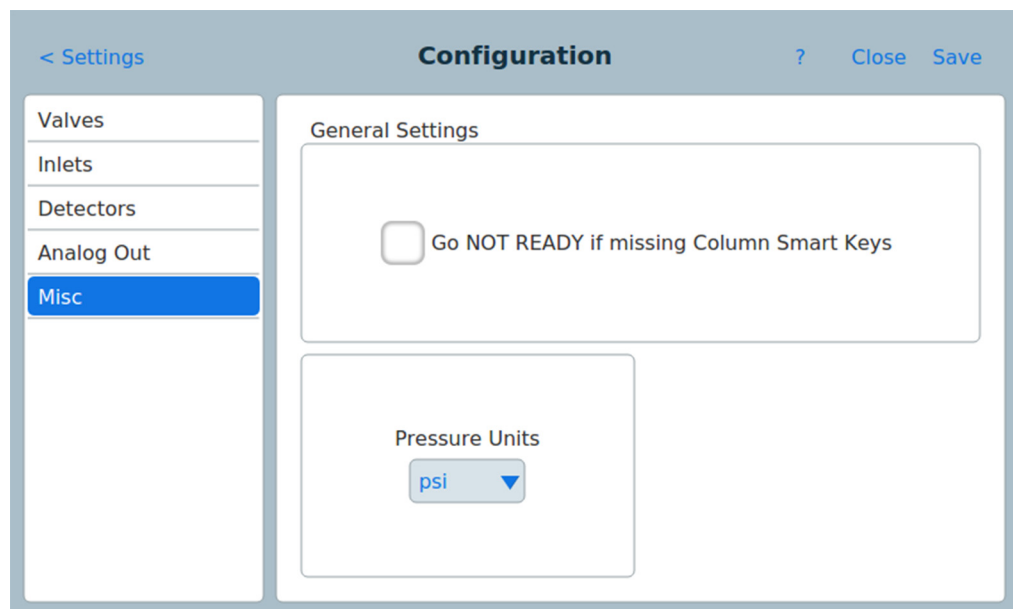

Abb. 61 Seite „Miscellaneous settings“
- 3 Wählen Sie den Gerätetyp **Misc** aus der Liste links auf der Seite. Die Eigenschaften für den ausgewählten Gerätetyp werden rechts auf der Seite angezeigt. Siehe Abb. 61.